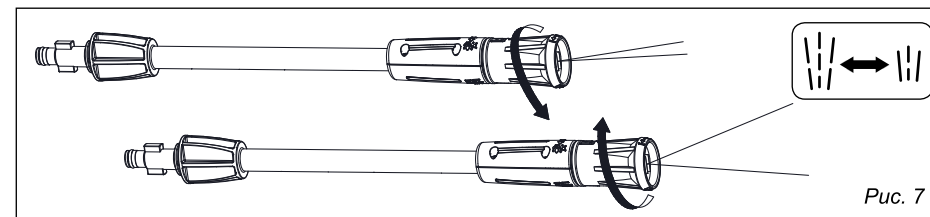

Рис. 7
■ Распылительная насадка имеет регулируемый наконечник с возможностью изменения формы струи, для этого удерживая пистолет во включенном состоянии поворачивайте наконечник до получения нужной вам формы струи (рис. 7).